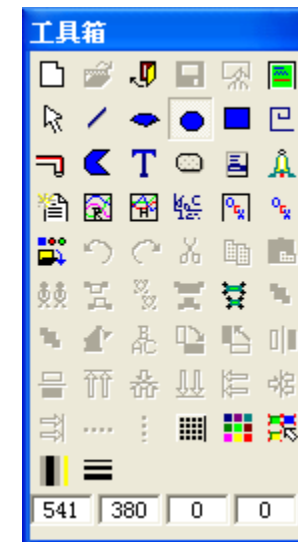

图2-8 工具箱框
(1) 如果工具箱没有出现，选择“工具”菜单中的“显示工具箱”或按F10键将其打开，工具箱中各种基本工具的使用方法和Windows中的“画笔”很类似，如图2-8所示。
(2) 在工具箱中单击文本工具 ，在画面上输入文字：反应车间监控画面
(3) 如果要改变文本的字体，颜色和字号，先选中文本对象，然后在工具箱内选择字体工具 。在弹出的“字体”对话框中修改文本属性。